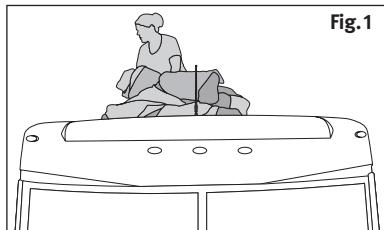
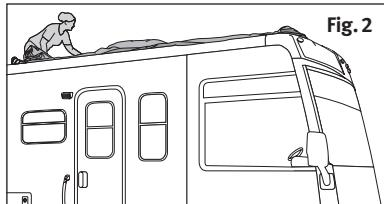

Fig. 1
Fig. 2
2. Grimpez avec précaution sur le toit et sortez la housse du sac de rangement (voir Fig. 1). Placez la housse enroulée à l'avant du véhicule et déroulez-la vers l'arrière de votre caravane en veillant à ce qu'elle demeure bien centrée sur la caravane (voir Fig. 2).